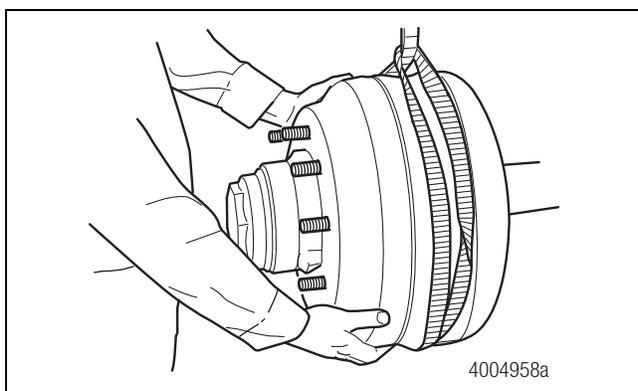

Figura 4.25
4. Libere los frenos y retire el tambor del freno. Figura 4.25.